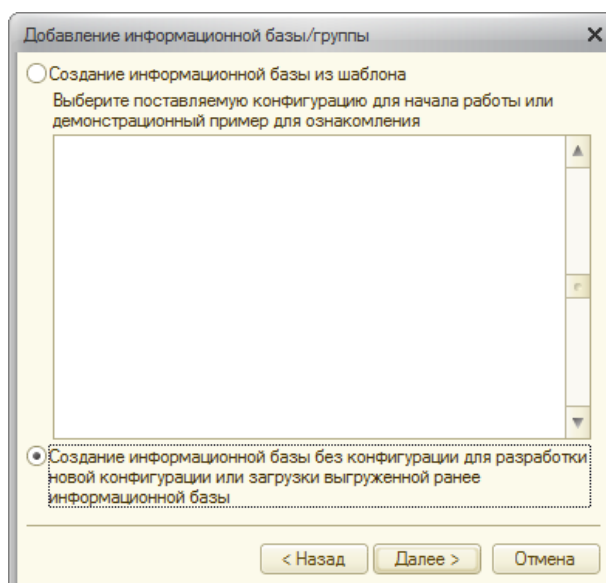

Рисунок 1.7- Создание информационной базы без конфигурации
2.1 Откроем окно запуска 1С:Предприятие, создадим новую пустую информационную базу. Для этого нажмем на кнопку **Добавить**, в появившемся окне выберем **Создание новой информационной базы**, в следующем окне, **Рисунок 1.7.**, выберем вариант создания информационной базы без конфигурации.